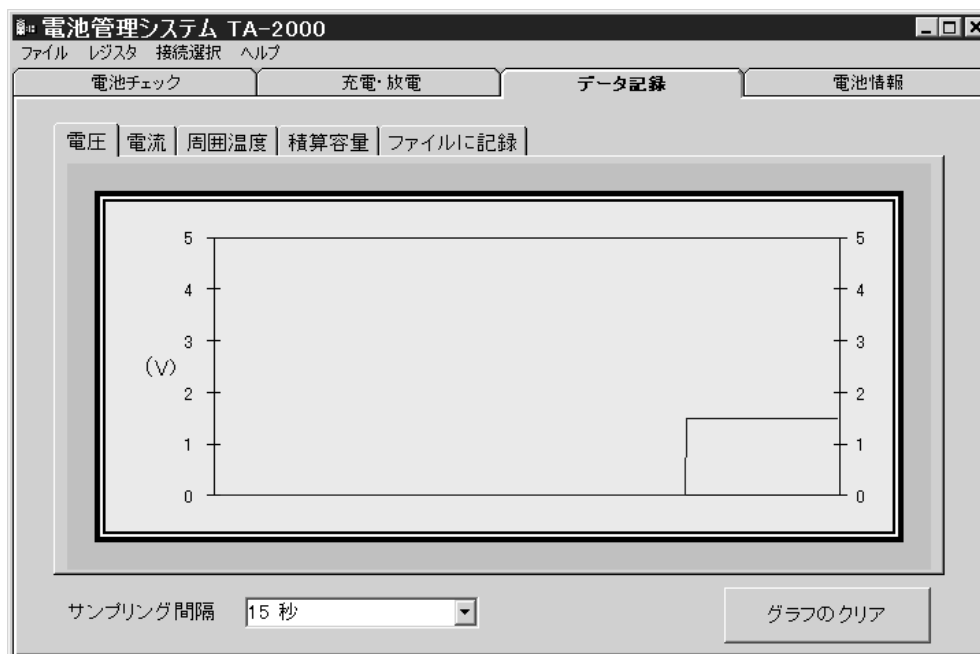

図 6 . データ記録画面
1. 「データ記録」タブをクリックすると、図 6 のように、電圧、電流、積算容量の各グラフ画面に切り替わります。デフォルトは電圧グラフの画面です。図は電池電圧が 1.5V の時の動作状態の画面で、後述のサンプリング間隔を 15 秒に設定した時です。
5. データの項目とそれぞれのデータは、タブ記号で区切られていますので、エクセルに貼り付けてセルの書式を設定したものが図 9 です。データの最後となる積算容量値の後ろに「”」記号が残っていますが、これはテキストファイルにデータの最終としてマーキングされていたものですので、修正が必要です。各項目のデータを利用して、エクセルで図 6 と同じようなグラフを書くことも可能です。